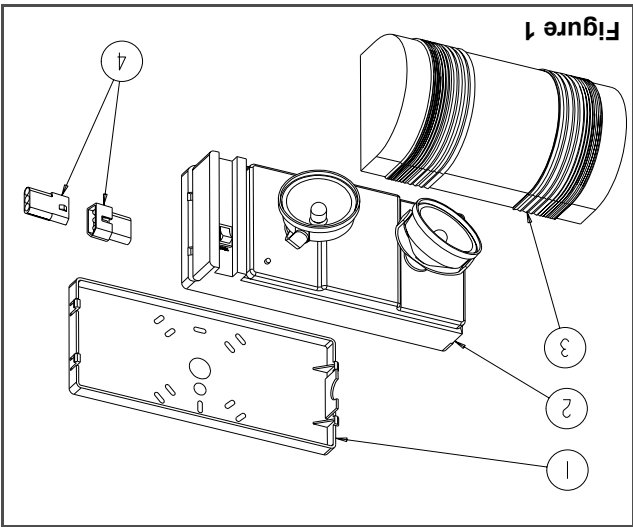
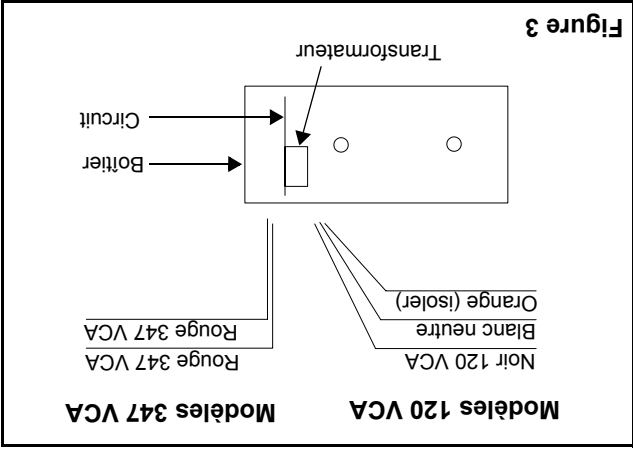

Figure 1
Figure 3
3. Repérer le connecteur CA (voir fig. 1) et le raccorder aux fils de l'alimentation CA (ou au cordon d'alimentation pour les unités avec cette option). Notre système peut recevoir un courant de 120 VCA ou de 347 VCA dépendant du modèle (voir fig. 3).